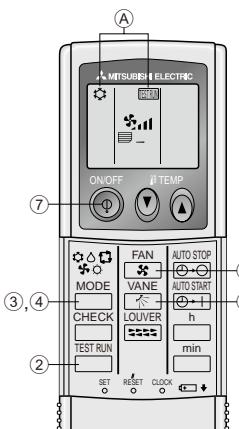

Рис. 7-2
7.2.2. Использование беспроводного пульта дистанционного управления (Рис. 7-2)
- ① Включите питание блока по крайней мере за 12 часов до начала испытаний.
- ② Дважды нажмите кнопку **TEST RUN**.